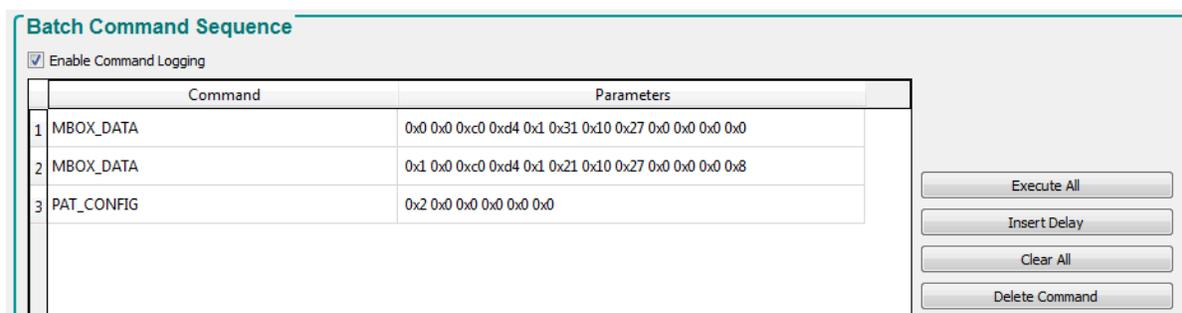

図 6-24. パターン LUT の定義と構成
10. 図 6-24 に、パターン シーケンスの [Pattern LUT Definition] と [Configuration] が表示されます。
17. 2 つのパターンについて、画像のインデックスと画像のビット位置を、図 6-25 に示します。これらの値は、図 6-24 の値から変更されています。[Save] をクリックして、新しいバッチ ファイルを保存します。